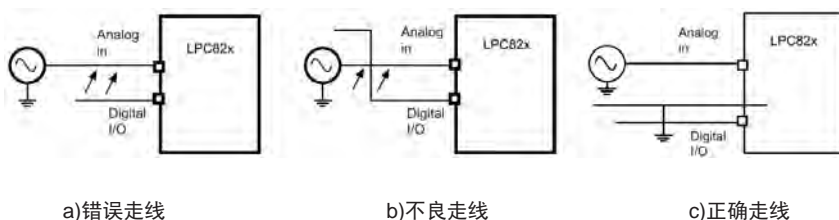

图 2.28 避免数字走线干扰模拟走线
- 模拟走线与数字走线，避免靠近平行走线，如果不能避免，加地线屏蔽模拟走线，详见图 2.28。